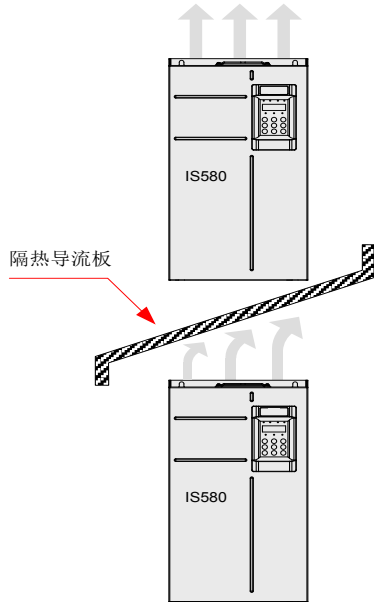

图 3-4 上下安装要求
- 2) 请向上垂直安装驱动器，便于热量向上散发。若柜内有多台驱动器时，请并排安装。在需上下安装的场合，请参考图 3-4，安装隔热导流板。